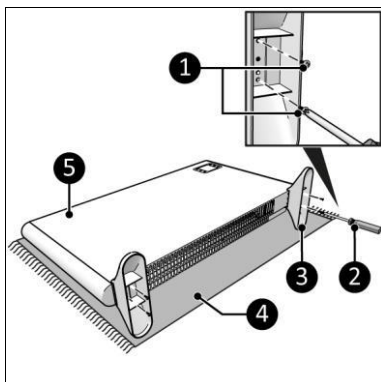

Figura 7
1. Așezați dispozitivul pe o suprafață netedă și stabilă (Figura 7, poz. 4).
2. Așezați soclurile (Figura 7, poz. 3) pe ambele părți ale corpului principal (Figura 7, poz. 5).
3. Însurubați și strângeți soclurile cu un șurub mic (Figura 7, poz. 1) și cu ajutorul unei șurubelnițe cu cap în cruce (Figura 7, poz. 2).